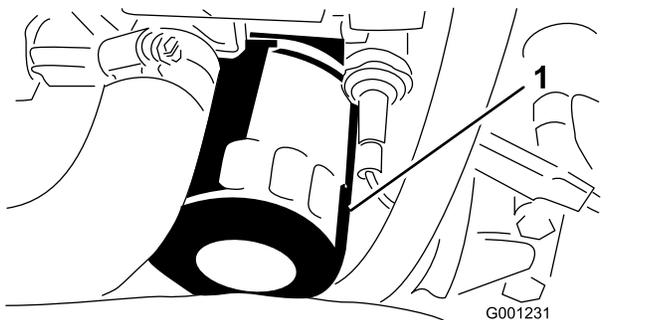

Figura 51
6. Retire e substitua o filtro do óleo (Figura 51).